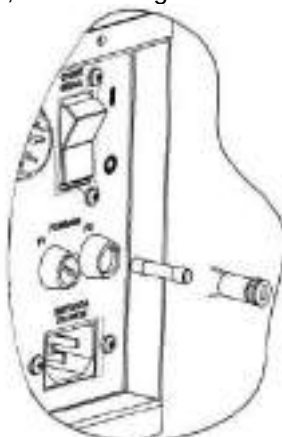

Figura 215 – Fusíveis 3A - Tipo F 20 AG
- Retire o fusível para fora e coloque o novo, conforme figura 215.